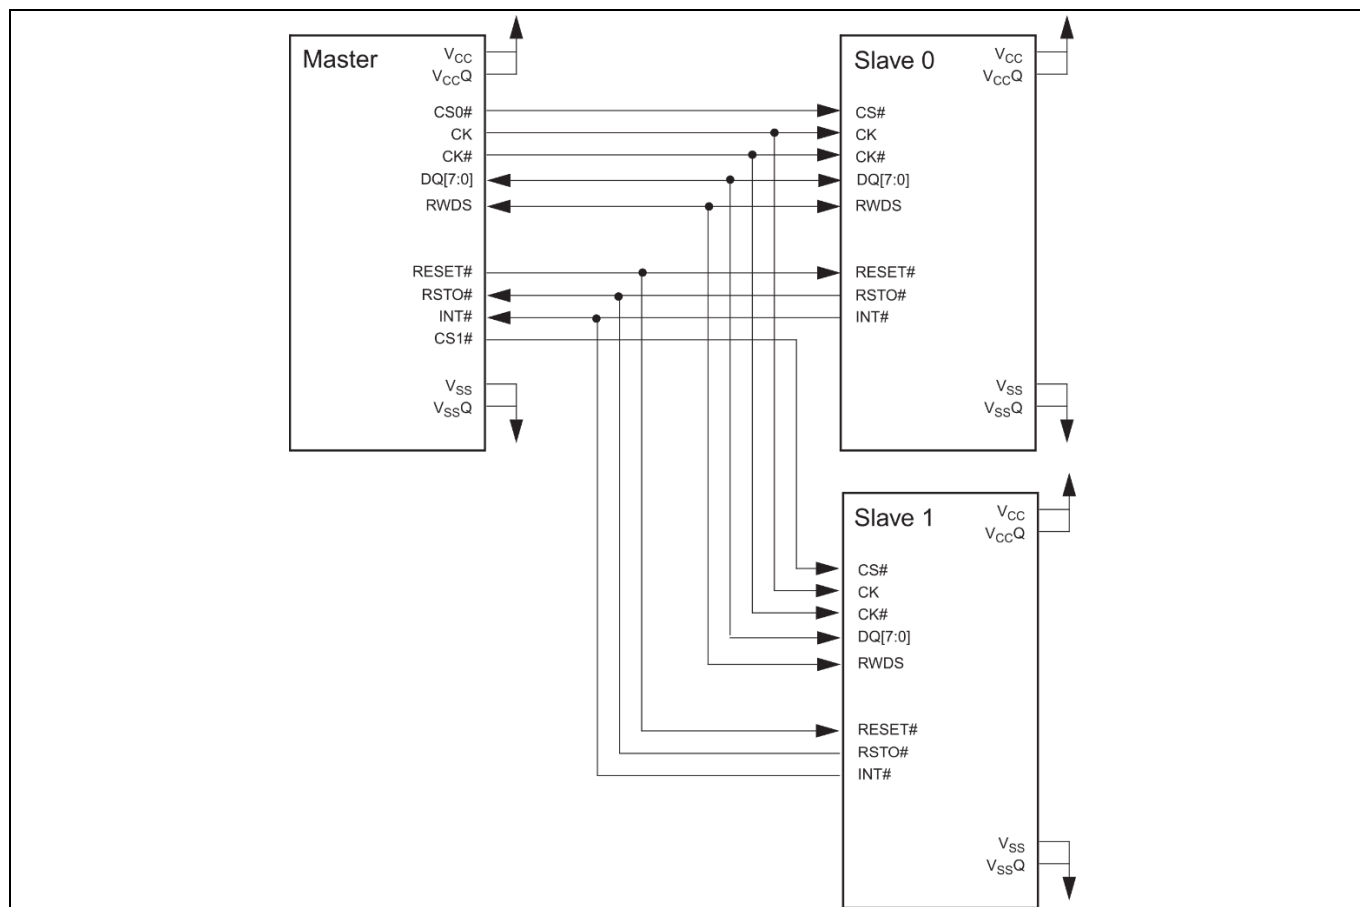

Figure 8 一般的なシステム構成
一般的な HYPERBUS™システムでは、複数のスレーブメモリを個別のチップセレクト信号 (CS) を介してマスタに接続できます。Figure 8 に、一般的な構成を示します。スレーブの 1 つは HYPERFLASH™デバイスにでき、もう 1 つは HYPERRAM™デバイスにできます。